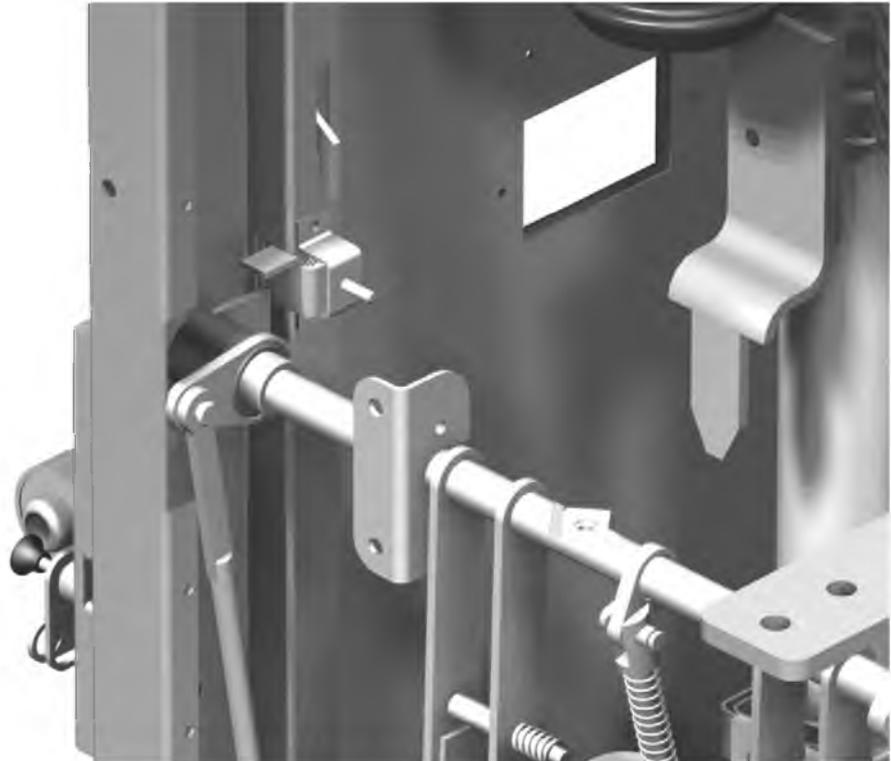

Рисунок 10 - Блокировка двери высоковольтного отсека и заземляющего разъединителя
1.5.6 Приводы выключателей нагрузки, разъединителей и заземляющих разъединителей размещены на фасадной панели (рисунок 10а-15а).
Приводы заземляющих разъединителей расположены на лицевой панели камеры (рисунок 10а). Оперирование ручным приводом заземляющего разъединителя осуществляется съемной рукояткой. Приводы снабжены указателями положения и оборудованы устройством, позволяющим запираеть его с помощью навесного замка во включенном положении.
Рисунок 10а - Привод заземляющего разъединителя
1.5.7 Узел заземляющего разъединителя состоит из следующих составных частей: заземляющего разъединителя, привода и системы рычагов и тяг (рисунок 10б).
Рисунок 10б - Заземляющий разъединитель